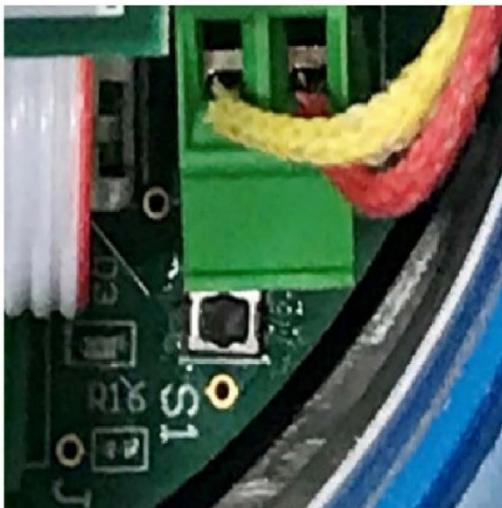

Рис. 4
- Кнопка задания температуры (только с дополнительным индикатором): кнопка располагается на плате управления. См. рис. 4. При нажатии кнопки на дисплее отображается заданная температура нагревателя.